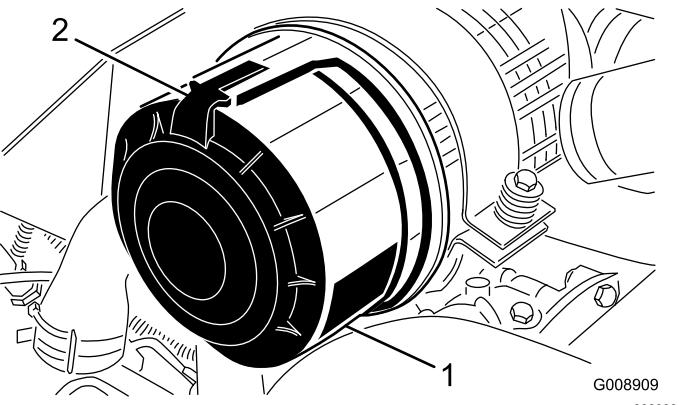

Figure 90
- Desserrez les attaches qui fixent le couvercle sur le boîtier du filtre à air (Figure 90).